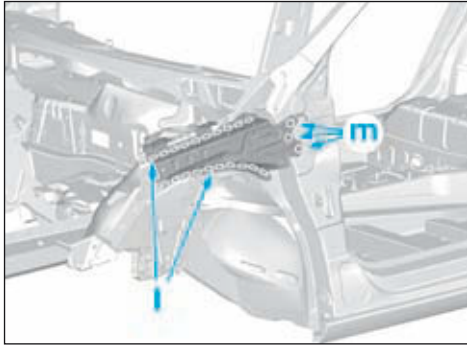

FIG.52
- Souder le renfort côté d'habitacle par (Fig.52) :